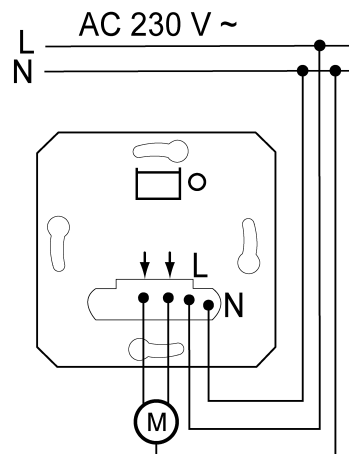
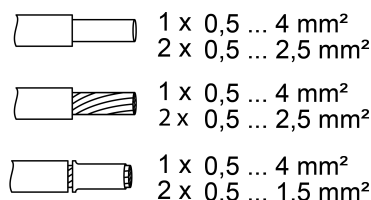

Figure 2: Raccordement du mécanisme
Figure 3: Section de conducteur serrable
- Raccorder le mécanisme de store conformément au schéma de raccordement (Figure 2). Lors de cette opération, respecter les sections transversales de conducteur pouvant être bloquées (Figure 3).